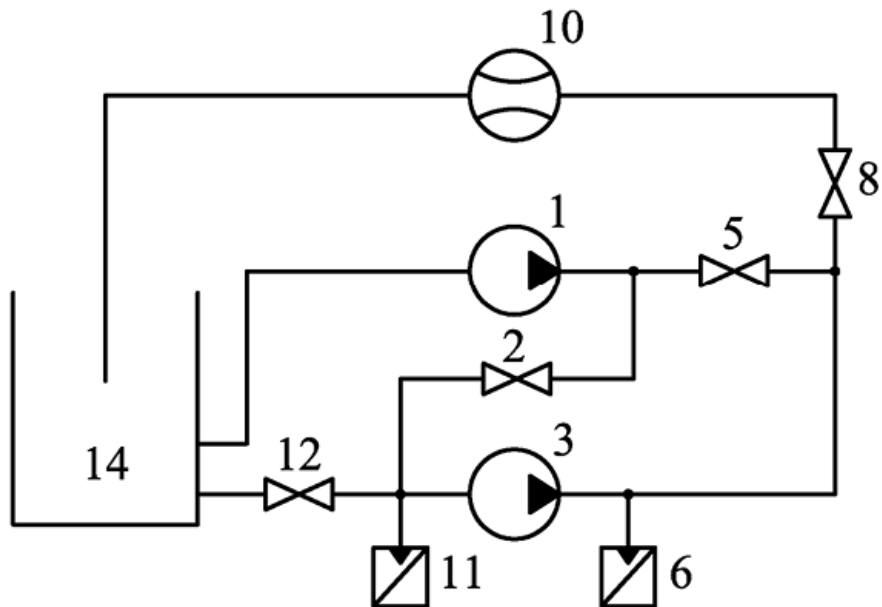

Рис. 2.5. Схема установки для испытания центробежных насосов:
Установка для испытания центробежных насосов (рис. 2.5) ЛСИЦН-1 представляет собой рамную конструкцию, на которой смонтированы: два циркуляционных (центробежных) насоса УРС 25-60, пульт управления, система трубопроводов с запорной арматурой и напорный бак.
- 3) Открыть вентиль 12 и закрыть вентили 2, 5, 8 (см. рис. 2.5).